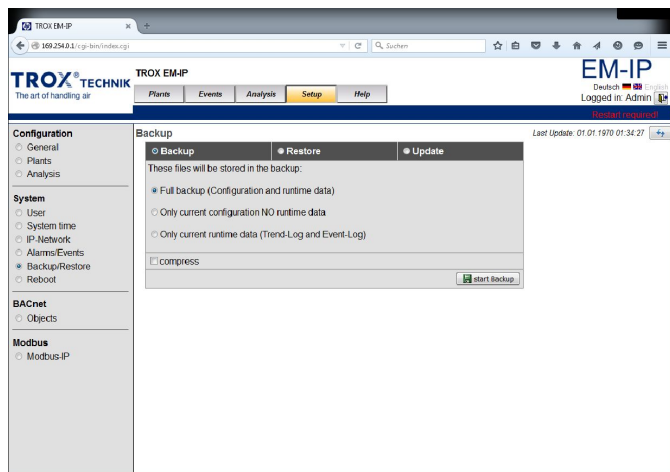

Fig. 33 : Sauvegarder
- ⇒ La page « Sauvegarder » (Fig. 33) s'ouvre.
- ⇒ Le menu « Redémarrer » (Fig. 33) s'affiche.